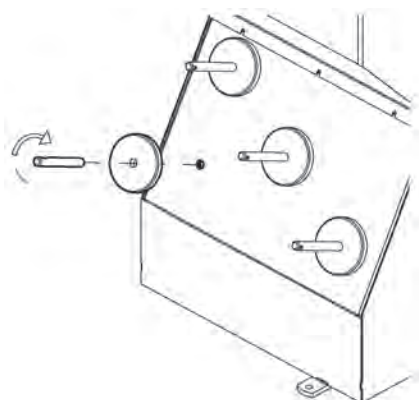

Figura 8
**C.** Instale los pernos accesorios (Figura 8). Apriete firmemente.